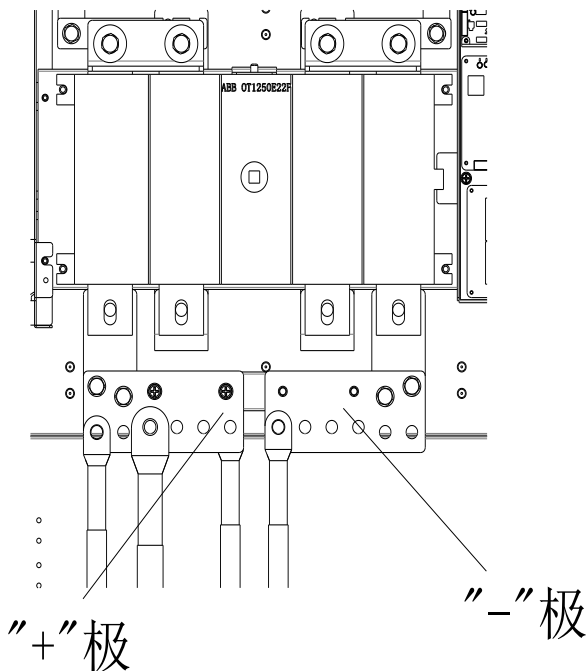

图3-10 直流输入接线位置
(3) 直流输入电缆接线前，必须确认所连接的每一组输入蓄电池都是同一规格类型。
(4) 将直流正负极电缆相应的连接于变流器正、负极铜排上，直流输入正负极接线铜排位置如图 3-10 所示。